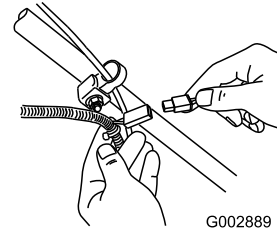

Bild 28
1. Schließen Sie das Ladegerät an den Kabelbaum des Rasenmähers an, der sich unter dem Zündschloss befindet (Bild 28).